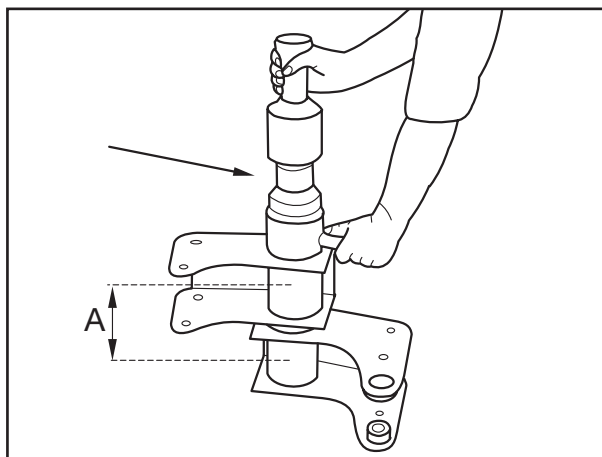

Рис. 12
- [20] Нанести на новую втулку снаружи мыльный водный раствор и запрессовать ее под прессом с помощью приспособления для запрессовки (идент. № BPW см. в разделе 2) и подходящей нажимной гильзы так, чтобы втулка была заподлицо (см. рис. 12 на странице 4-4).
- [22] У балансиров со смещением А в 160 мм (рис. 12) между сайлентблоками необходимо вставить дистанционную гильзу (рис. 12/ стрелка).